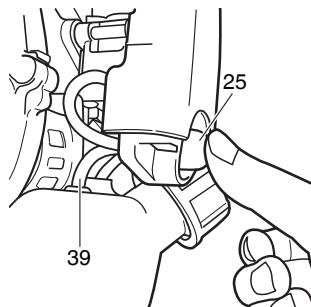

Fig. 23
* Presione el cebador (25) repetidamente para que el combustible fluya por el tubo de retorno (39). (Fig. 23)